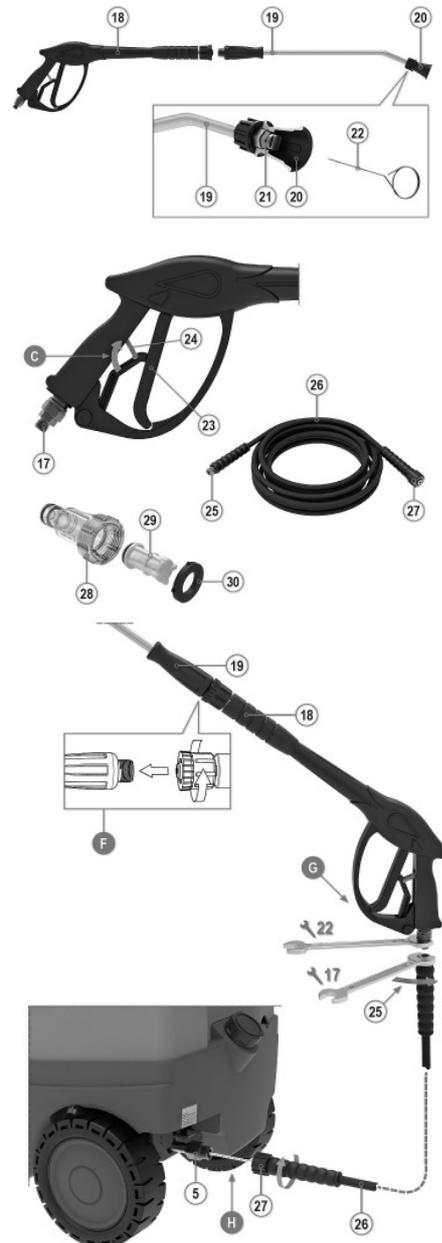
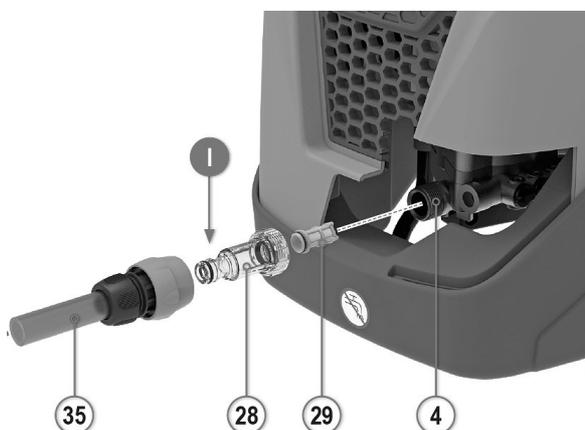

Abb. 5: Gerätebeschreibung Teil 3
Abb. 10: Montage des Zubehörs Teil 2
Schritt 3: Den Filter (29, Abb.10) und die Dichtung (30, Abb.5) in die Kappe (28, Abb.10) einsetzen; die Kappe (28, Abb.10) an den Anschluss (4, Abb.10) verschrauben. Bedienablauf I von Abb. 10.